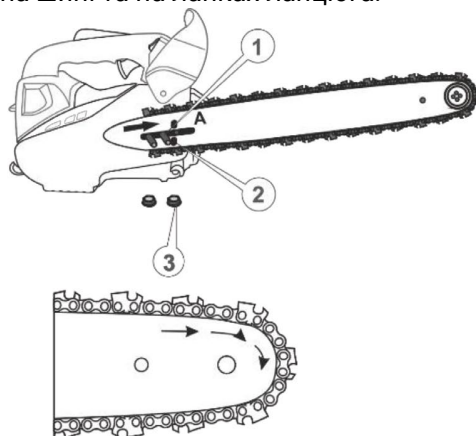

Рисунок 3. Схема встановлення шини із пильним ланцюгом.
4. Одягнути ланцюг на ведучу зірочку, розташовану на муфті зчеплення. Звернути увагу на напрямок руху ланцюга (рис. 3), який показаний мітками на шині та на ланках ланцюга.
8. Посунути шину в напрямку стрілки (А, рис. 3), щоб ланцюг злегка натягнувся.
10. Закрутити гайки (3, рис. 3) не затягуючи їх.